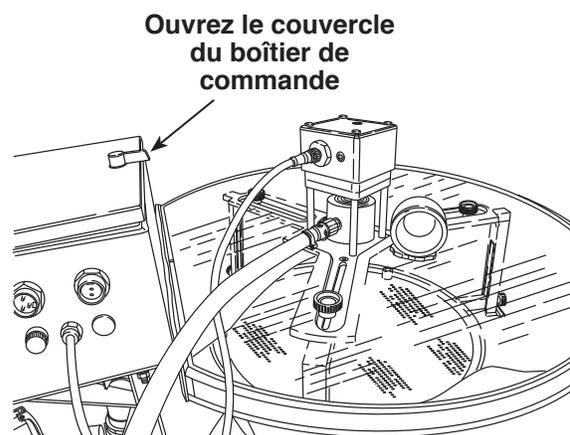

Figure 15
1. Une fois le DPF chargé dans la machine de nettoyage pour DPF conformément aux instructions contenues dans la section *Montage* du présent manuel, ouvrez le couvercle du boîtier de commande. Voir Figure 15.